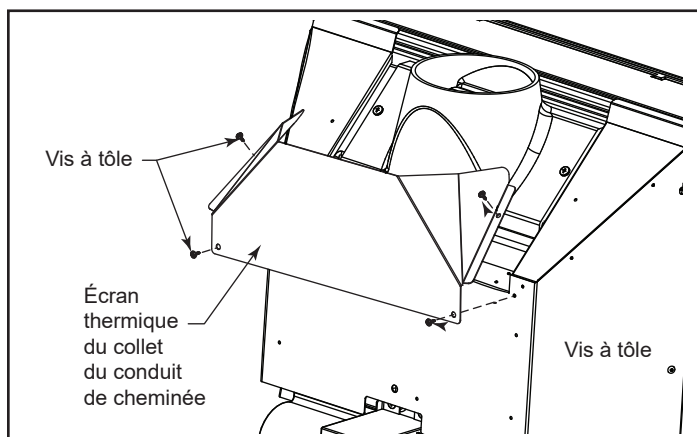

Figure 3.6 – Installation de l'écran thermique du collet de cheminée.
Retirez les (4) vis à tôle qui maintiennent l'écran thermique du collet de cheminée en place. Une fois l'écran thermique retiré, retirez les (2) vis qui maintiennent le collet de cheminée à l'arrière du poêle (figure 3.6). Assurez-vous que le joint d'étanchéité autour de l'ouverture du collet de cheminée est en position lorsque vous revissez le collet sur le poêle.